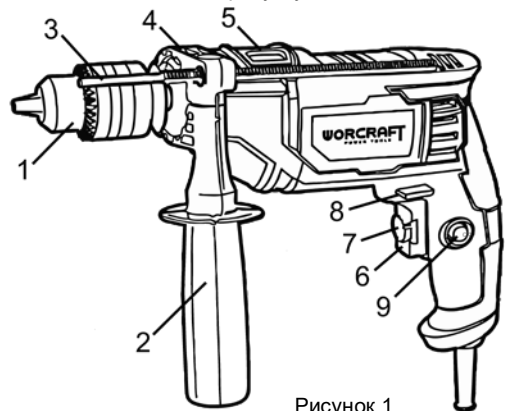

Рисунок 1
4.2 Виберіть необхідний режим роботи виробу за допомогою перемикача (5) (див. рисунок 1). Перемикання режимів роботи виробу здійснюється переведенням перемикача (5) (див. мал. 1) з одного крайнього положення в інше в сторону відповідного символу режиму роботи:
- ударно-обертальний – перемикач (5) повинен бути переведеним до упору убік символу **T**;
- обертальний – перемикач (5) повинен бути переведеним до упору убік символу **I**.